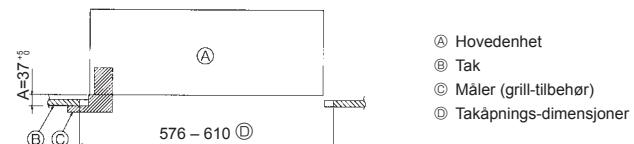

Fig. 4-6
- Når hovedenheten ikke kan rettes inn mot monteringshullet i taket, er den justerbart med et spor anordnet på monteringsplaten. (Fig. 4-6)